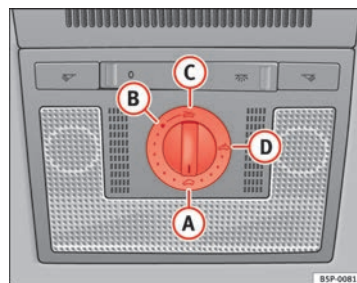

Fig. 70 Détail du ciel de pavillon : commande rotative du toit ouvrant coulissant/relevable
- Tournez la commande rotative en position (A) ⇒ fig. 70 ⇒ △.